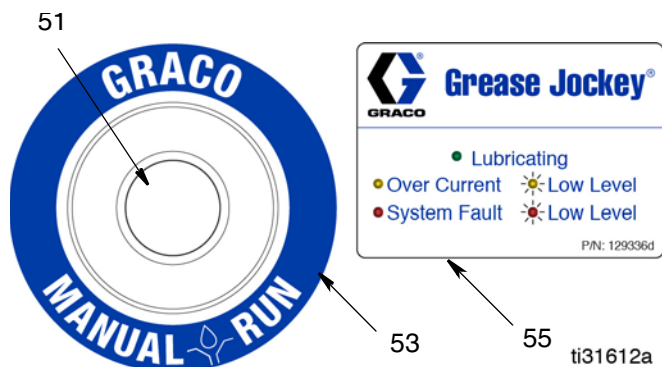

FIG. 16
4. Limpie la superficie alrededor del borde exterior del pulsador (1). Posicione la etiqueta (53) alrededor del botón y péguela (FIG. 16).